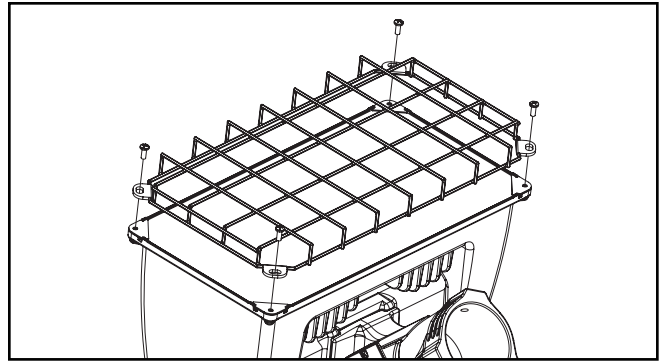

Figura 6.
Cubierta protectora de cable (Figura 6.)
1. Afloje y extraiga los (4) tornillos de cabeza Philips 10-24 existentes en la parte frontal de la luminaria y consérvelos para tenerlos como referencia futura.
2. Alinee la cubierta protectora de cable en la parte superior de los ganchos de la lente, haciendo que coincida con los cuatro orificios existentes. (Figura 6.)
3. Reajuste los (4) tornillos de cabeza Philips 10-24 del paso 1 en la parte frontal de la luminaria.